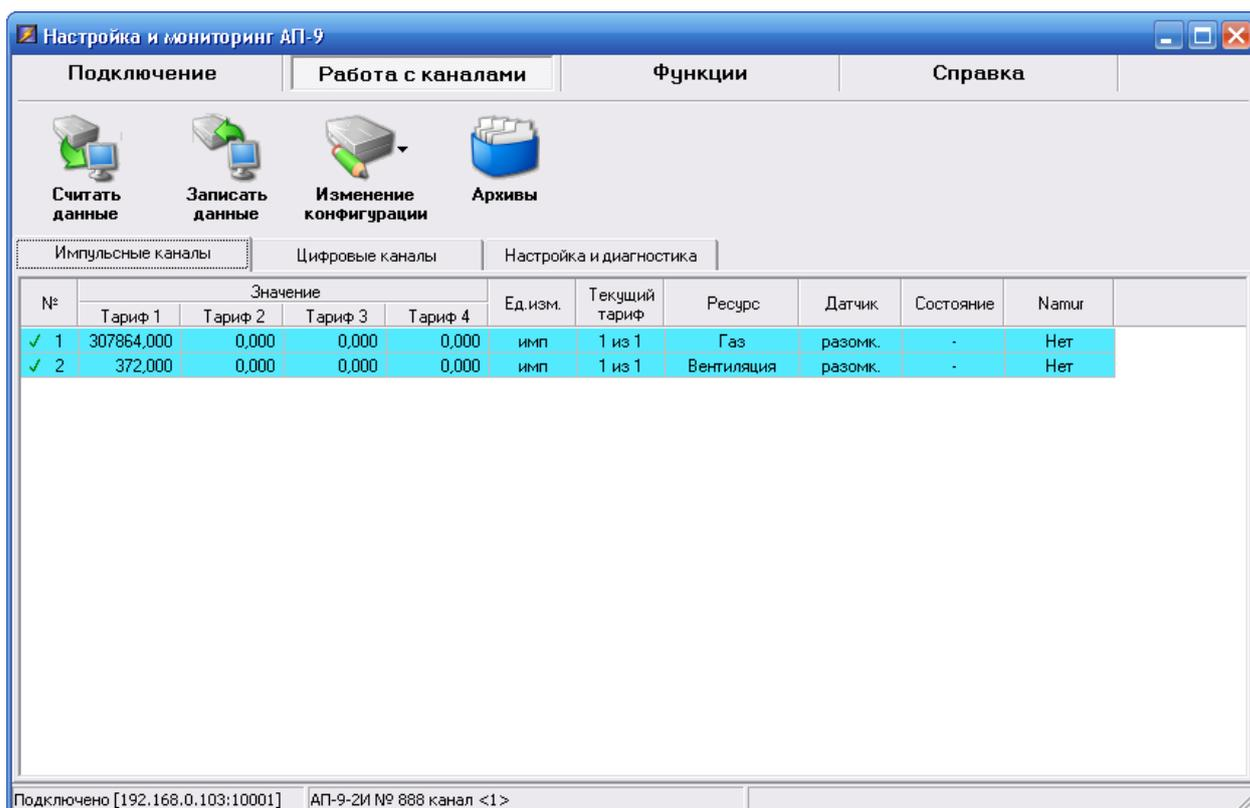

Рисунок 3. Окно настройки импульсных каналов
- на панели инструментов нажать кнопку «Считать данные» - появится список счетчиков, подключенных к АП-9 по импульсным каналам (Рисунок 3).